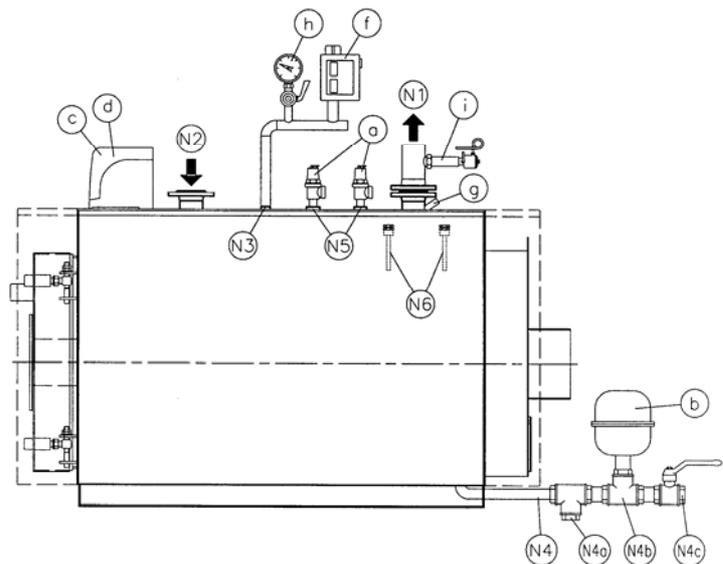

Fig. 2
3.2.2 IMPIANTO TERMICO AD ACQUA CALDA CON VASO D'ESPANSIONE CHIUSO - Potenza al focolare > 300.000 kcal/h - pressione 5 bar (Fig. 2)